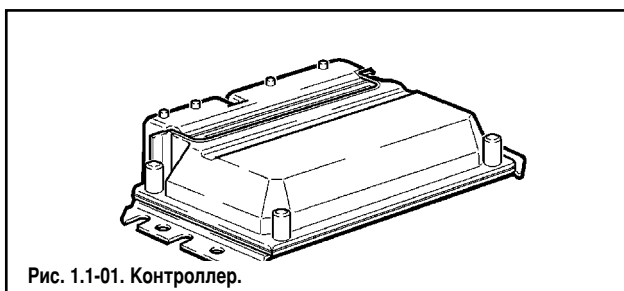
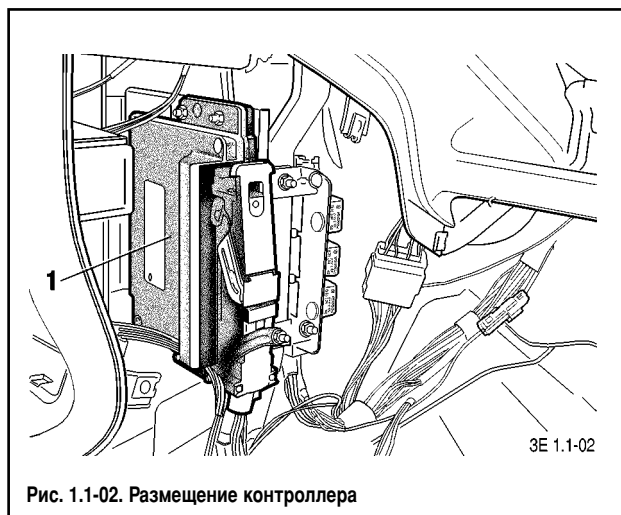

Рис. 1.1-01. Контроллер.
Рис. 1.1-02. Размещение контроллера
Контроллер (рис. 1.1-01) является центральным устройством системы управления двигателем. Он получает информацию от датчиков и управляет исполнительными механизмами, обеспечивая оптимальную работу двигателя при заданном уровне показателей автомобиля. Контроллер 1 расположен под консолью панели приборов и закреплен на кронштейне (рис. 1.1-02).
5. Отвернув гайки болтов крепления к кронштейну, снять контроллер (рис. 1.1-02).